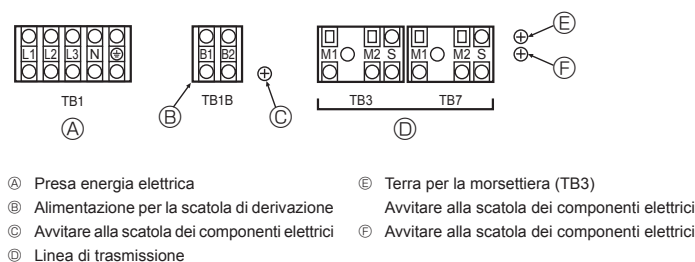

Fig. 6-1
6.2. Scatola di comando e posizione di collegamento dei cablaggi (Fig. 6-1)
- Collegare la linea di trasmissione dell'unità interna al blocco terminale (TB3) oppure collegare i cavi fra le unità esterne o i cavi con il sistema di controllo centralizzato al blocco terminale del controllo centralizzato (TB7). Quando si utilizzano cavi schermati, collegare lo schermo di massa della linea di trasmissione dell'unità interna alla vite (E o F) e collegare lo schermo di massa della linea tra le unità esterne e la linea di trasmissione del sistema di controllo centrale al terminale schermato (S) del blocco terminale del controllo centralizzato (TB7). Inoltre, per le unità esterne il cui connettore di alimentazione CN41 è stato sostituito dal CN40, occorre collegare anche il terminale schermato (S) del blocco terminale (TB7) del sistema di controllo centralizzato alla vite E o F, utilizzando il filo in dotazione.